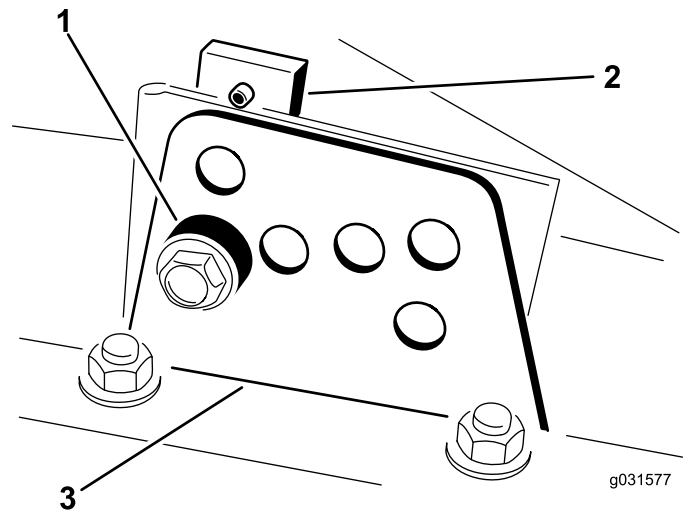

Figure 12
2. Desserrez le boulon qui fixe le support de hauteur de coupe à la plaque de hauteur de coupe (à l'avant et de chaque côté), comme montré à la Figure 12.
4. Tout en supportant la chambre, déposez l'entretoise (Figure 12).